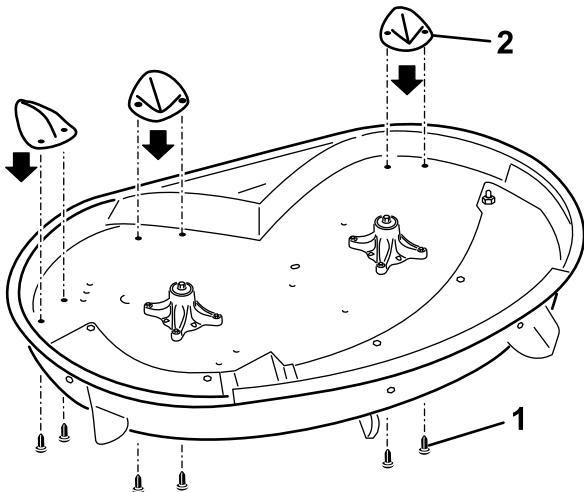

Bild 3
1. Fluchten Sie die drei Kickerplatten mit den Löchern oben am Mähwerk aus (Bild 3). Die lange Flanke des Kickers muss nach innen zeigen.
2. Befestigen Sie die Platten mit sechs Kopfschrauben (Nr. 8 x 5/8 Zoll) am Mähwerk. Die Schrauben gehen durch die Oberseite des Mähwerks und in die Platten (Bild 3).